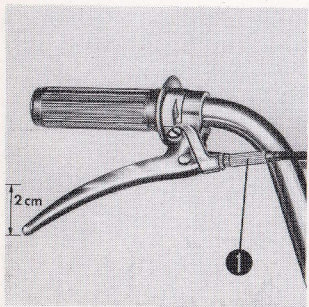

Fig. 26
- Remkabel losnemen hiertoe zo nodig de kabel met de stelschroef (fig. 26) lossen.